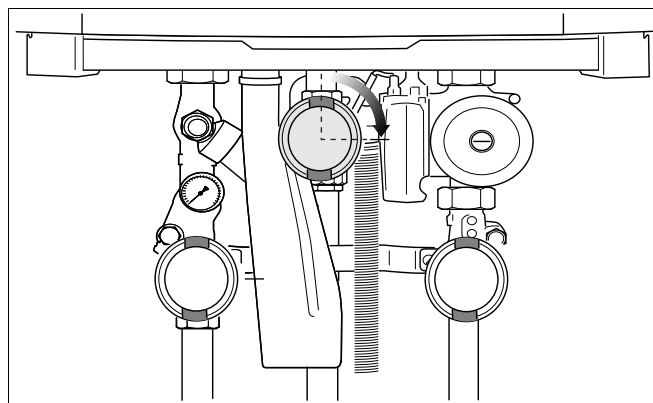

Fig. 78 Gashanen lukkes
- Luk gashanen (fig. 78).
- Luk gashanen, (fig. 78).